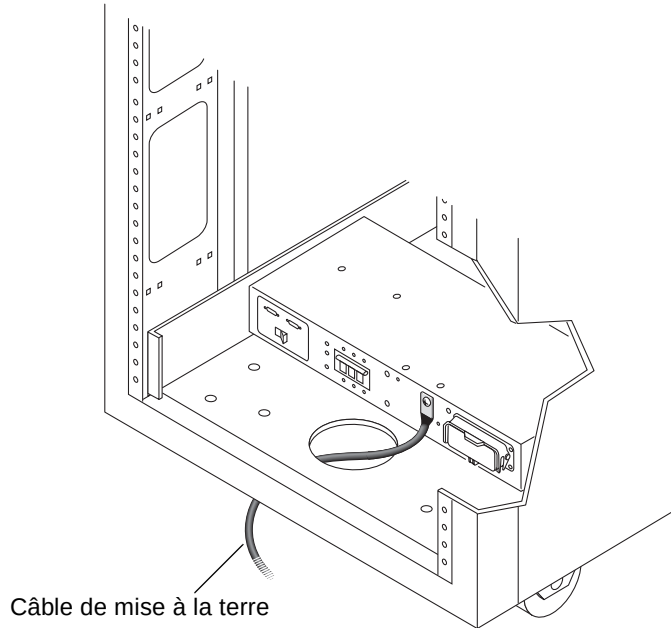

FIGURE B-6 Branchement du câble de mise à la terre au séquenceur d'alimentation avant
3. **Branchez l'autre extrémité du câble de mise à la terre au séquenceur d'alimentation avant sur le coffret (voir FIGURE B-6).**